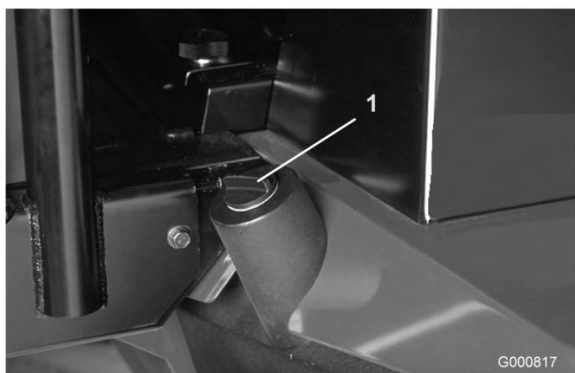

図 36
2. 油圧オイル・タンクの注油口周辺をきれいに拭き、キャップ (図 36) を外す。給油口からキャップを取る。